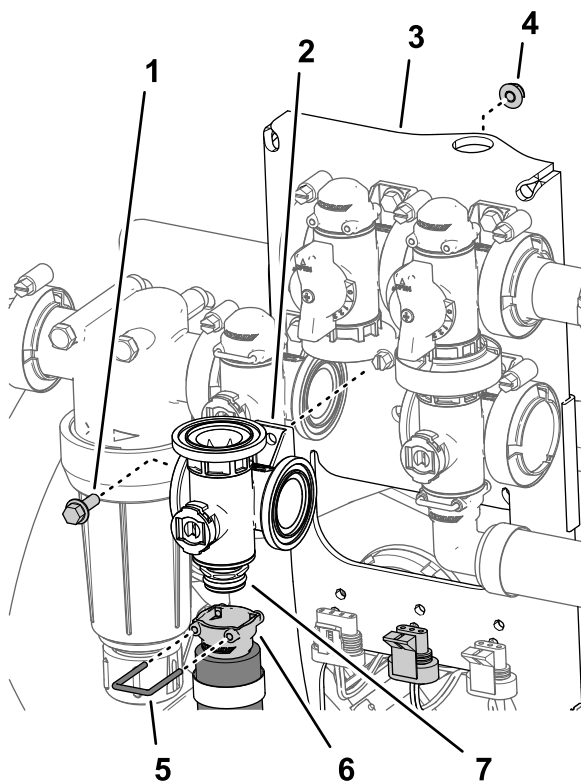

Bild 116
- Entfernen Sie den Halter, mit dem die Schnelltrennbuchse an der Schnelltrennkupplung des Verteilers für das Rührwerkventil befestigt ist (**Bild 116**).
- Entfernen Sie die Bundkopfschraube ($\frac{1}{4}$ " x $\frac{3}{4}$ ") und Sicherungsbundmutter ($\frac{1}{4}$ "), mit denen das Rührwerkventil an der Ventilbefestigung befestigt ist, und entfernen Sie den Ventilverteiler von der Maschine (**Bild 116**).